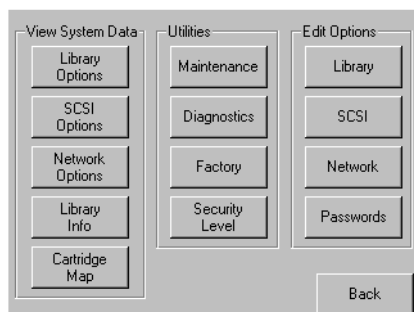

Figura 3-2: Schermata dei menu
2. Selezionare il pulsante Library (Libreria) dall'area Edit Options (Modifica opzioni) dell'interfaccia grafica (vedere la Figura 3-2).